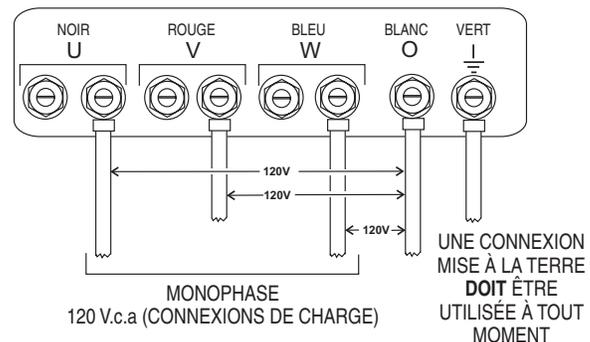

Figure 21. Cosses de sortie UVWO Connexions Monophasées 120 volts
3. Connectez les fils de charge aux cosses UVWO comme indiqué dans Figure 21.